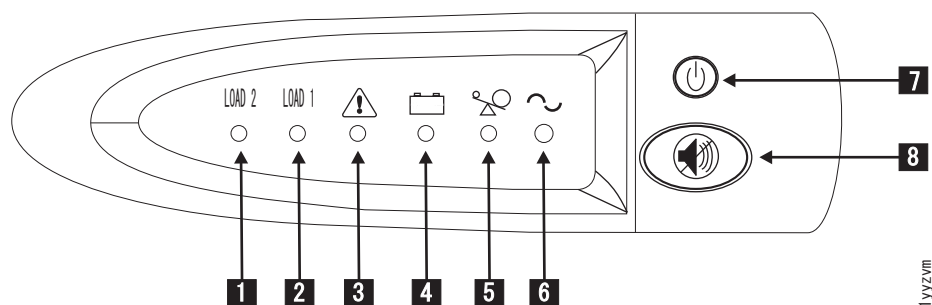

図 322. 2145 UPS-1U のフロント・パネル・アセンブリー
- 2145 UPS-1U の電源をオンにするために、オン/オフ・ボタン (図 322 の **2**) を押したままの状態にします。2145 UPS-1U の一部のバージョンでは、オン/オフ・ボタンを押すために、ねじ回しのような先の尖った道具が必要な場合があります。2145 UPS-1U は自己診断テストを行います。これには約 5 秒かかります。その後で、電源オン・インディケーター **1** と負荷インディケーター (**7** および **8**) が恒常的に点灯し、2145 UPS-1U が SAN ボリューム・コントローラーに電源を供給していることを示します。2145 UPS-1U は、通常モードのときにバッテリーの充電を開始します。